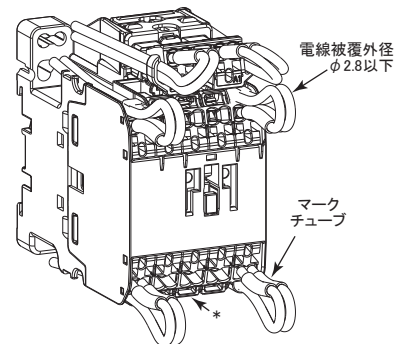

図 8
- ・電線ホルダのない端子の外側の穴(*、図8) 6個所へ結束帯等通してもよいが、強い力を加えないでください。この穴は他の部品や機器の接続に使用することがあります。